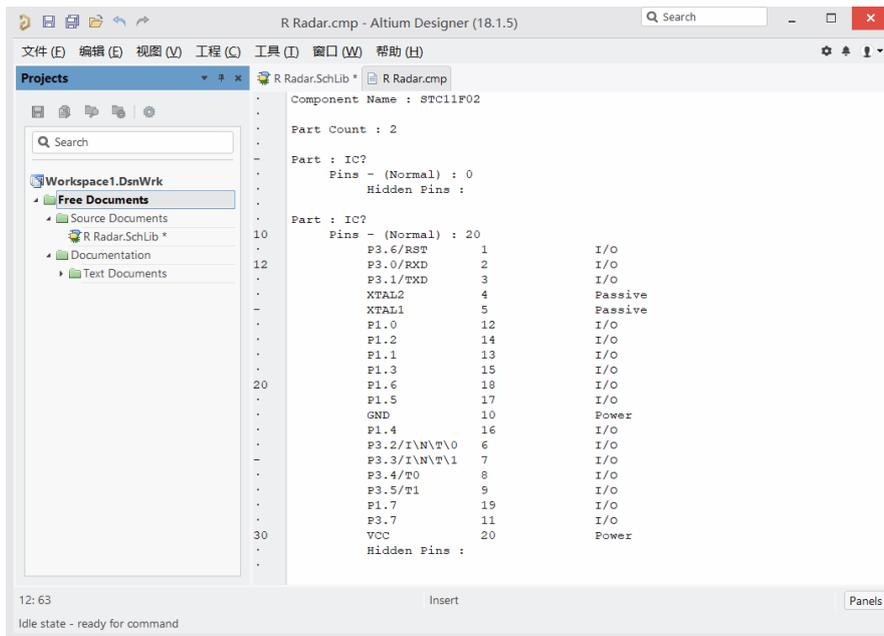

图 5-37 器件报表
(1) 打开原理图库 R Radar.SchLib。
(2) 在【SCH Library】面板的元件栏中选择一个需要生成报表的库元件。如 STC11F02。
(3) 执行【报告】|【器件】命令，则系统自动生成了该库元件的报表，如图 5-37 所示。